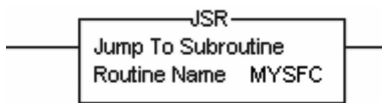

图 14-23 JSR 指令
51. 不想向此例程传送任何参数, 因此不需要 Return Par 这行。删除该行的最简单的方法是单击 Return Par 旁边的问号并双击 Enter。对 Input Par 重复相同的操作, 结果如图 14-23 所示。